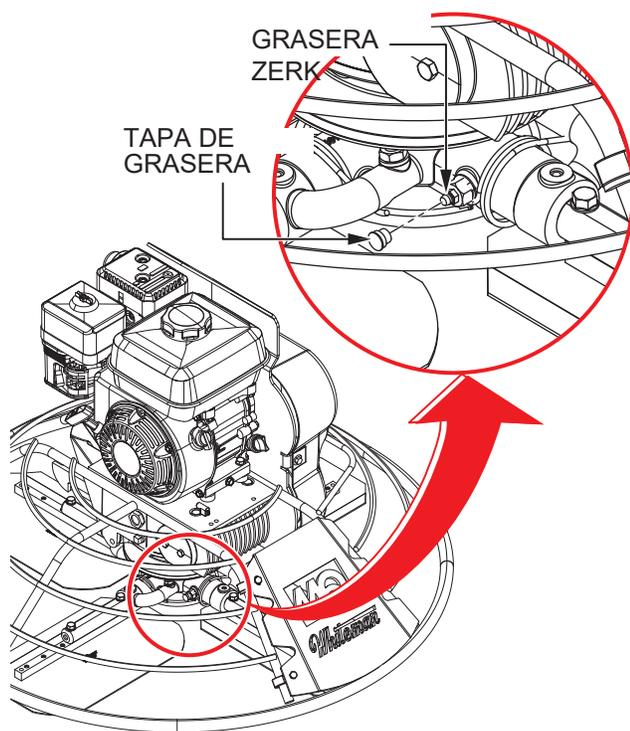

Figura 58. Lubricación de la cruceta
1. Localice una de las graseras Zerk en el conjunto de cruceta (Figura 58). Quite la tapa de la grasera Zerk y póngala a un lado.